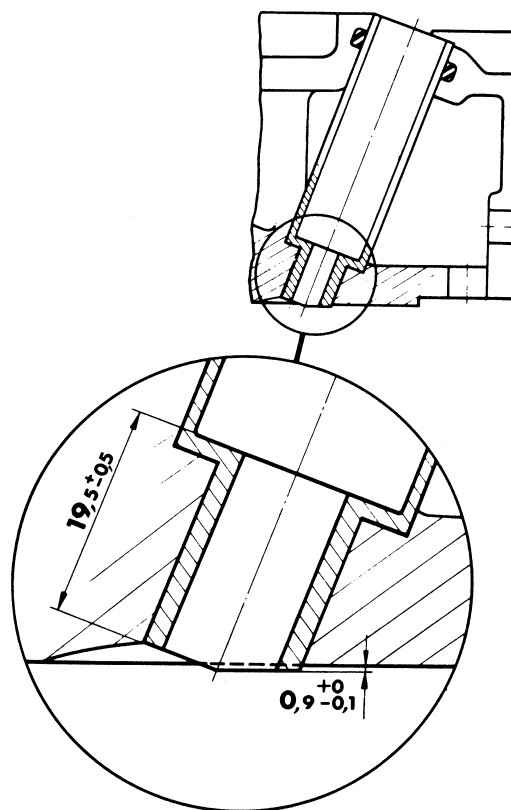

Figure 9. Réglage des douilles d'injecteurs
5. Régler ensuite la longueur de la douille comme indiqué sur la figure 9.